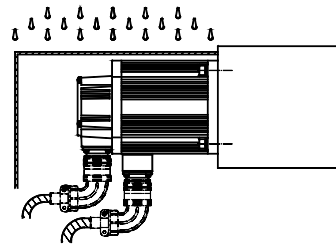

图 9
8.4 由于机器结构的关系，难以避免要求电动机接插件侧朝上时，需采取相应的防护措施（如图 9 所示）。